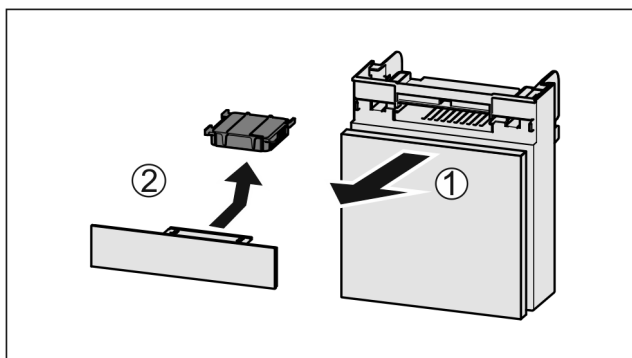

Fig. 232
- ▶ Zásuvku vytáhněte dopředu Fig. 232 (1).
- ▶ Filtr s aktivním uhlím vyjměte Fig. 232 (2).